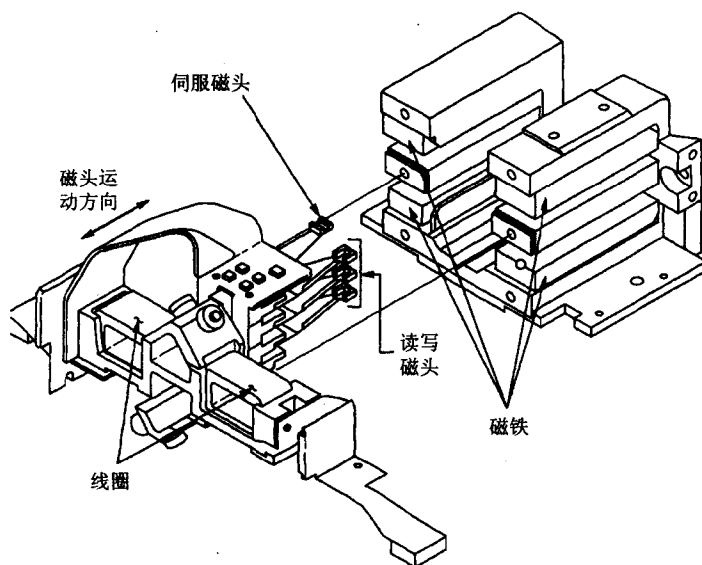

图1-5 磁头驱动机构
2. 磁头驱动机构 由音圈电动机和磁头驱动小车组成,见图 1-5。新型大容量硬盘还具有高效的防振机构。高精度的轻型磁头驱动机构能够对磁头进行正确的驱动和定位,并在很短的时间内精确地定位到系统指令所指定的磁道上,保证数据读写的可靠性。磁头机构的电动机有步进电动机、力矩电动机和音圈电动机三种,前两种应用在小容量硬盘中,现已被淘汰,大容量硬盘多采用音圈电动机驱动。